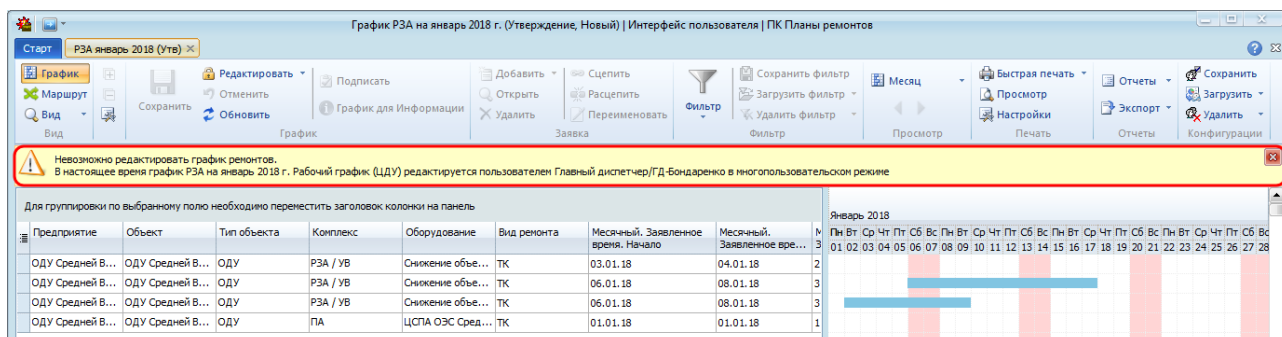

Рисунок 10.62 – Отображение информации о невозможности редактирования графика
- если график редактируется в многопользовательском режиме, то другие пользователи не могут выбрать однопользовательский режим редактирования этого графика (Рисунок 10.62);